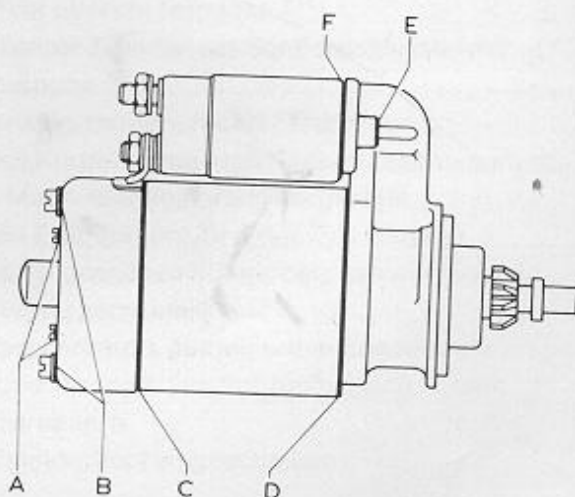

Bild 150
Beim Einbau darauf achten, daß die Gummiabdichtung und die darunterliegende Scheibe einwandfrei sitzen und die Verbindungsflächen zwischen Schalter und Lagerschild mit «D3»-Dichtungsmasse einschmieren. Einspurhebel soweit wie möglich nach hinten ziehen und Stößelstange in Eingriff bringen. Schrauben mit «D3» einschmieren (siehe auch Bild 150).
- Anker durch das Antriebslagerschild einführen und den Einspurhebel (3) einsetzen. Antrieb auf die Ankerwelle schieben und gleichzeitig den Einspurhebel mit dem Antrieb in Eingriff bringen. Schraube (12) einsetzen und provisorisch mit Scheibe und Mutter anziehen.
- Anschlagring (8) aufschieben und den Sprengring (9) in die Nute einsetzen. Mit einem Zweiklauenabzieher, unter dem Anschlagring angesetzt, den Ring über den Sprengring ziehen. Andernfalls den Anschlagring vorsichtig über den Sprengring schlagen. Der Anschlagring muß sich nach dem Einschnappen einwandfrei auf Welle und Sprengring drehen lassen.
- Verbindung zwischen Anlassergehäuse und Kollektorlagerschild mit «D3»-Dichtungsmasse einschmieren und Lagerschild (20) aufsetzen. Dichtring (19) auflegen und die beiden Ausgleichsscheiben anbringen. Sicherungsspanne in die Nute einschieben. Das Axialspiel der Ankerwelle jetzt kontrollieren. Falls es nicht zwischen 0,1 bis 0,3 mm liegt, ist die Stärke der Scheiben (18) zu verändern, um das Spiel herzustellen. Nach fertiger Einstellung die Kappe (16) befestigen.
- Einrückmagnetschalter montieren. Wiederum «D3»-Dichtungsmasse zum Abdichten der Anlagefläche der Stößelgegend und der Schalteranlagefläche benutzen. Nachdem feststeht, daß die Verbindung zwischen Stößel und Einspurhebel einwandfrei ist, die Scheibe und Mutter (2) des Lagerbolzens (12) anziehen. Fläche des Bolzenkopfes ebenfalls mit «D3»-Dichtungsmasse einschmieren. Bild 150 zeigt nochmals alle mit «D3» einzuschmierenden Stellen.